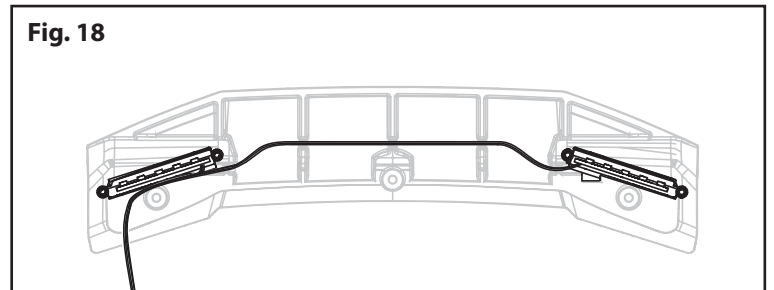

Fig. 18
1. Retire los tornillos de cabeza semiesférica de 2.6 x 6 mm (K) (3) del retenedor de la visera del techo (L). Retire la visera del techo (M) y el retenedor de la carrocería (*consulte el Diagrama de ensamblaje de iluminación para obtener más información*).
2. Retire los tornillos de fijación de 3 x 4 mm (N) (4) de la visera del techo y retire la lente de la visera (O) (2). **Tenga en cuenta la orientación de la lente.**
3. Alimente las placas de ledes del arnés de la visera del techo (P) a través del orificio en la esquina frontal derecha (lado del pasajero) del techo.
4. Instale las placas de ledes en la lente del visor; reinstale la lente en la visera del techo. **Tenga en cuenta la orientación de la lente.** Fije la lente con los tornillos de fijación de 3 x 4 mm (4) retirados durante el desmontaje.
5. Pase el arnés conectando las dos placas de circuito a través de los retenedores de cables en la visera del techo (Fig. 18).